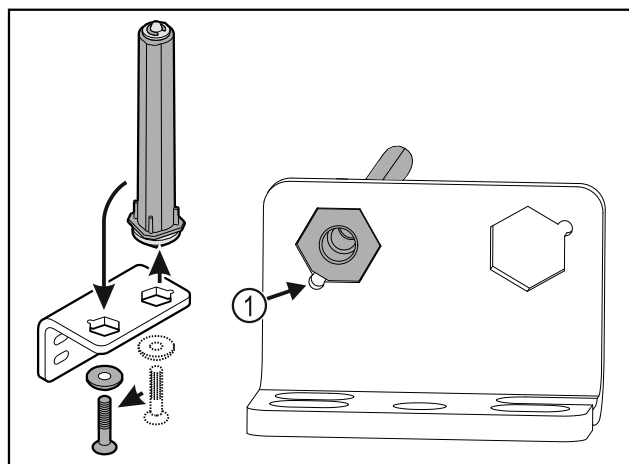

Fig. 25
- ▶ Проследите за тем, чтобы при установке скос пальца Fig. 25 (1) указывал в направлении круглого отверстия.